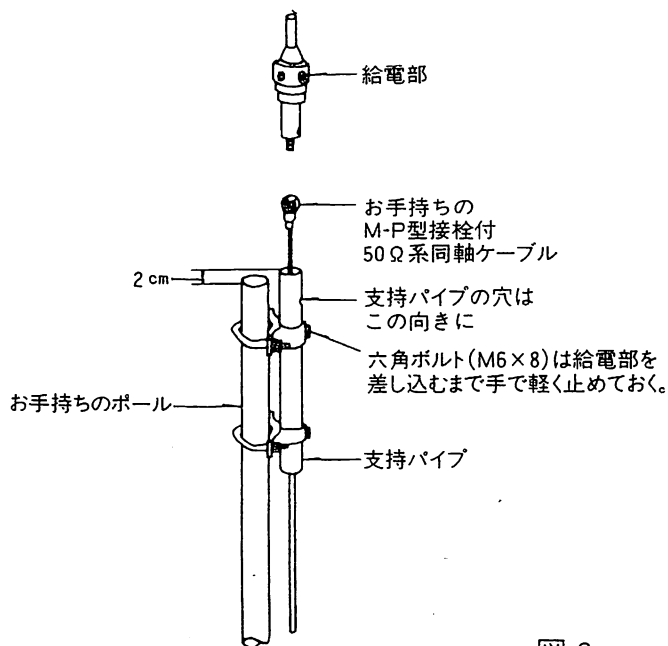

図2
- 1) お手持ちのポールへ⑫取付金具、⑬角U字ボルトスプリングワッシャナット、⑭六角ボルトで⑤支持パイプを図2の様に取付けます。このとき、支持パイプがポールよりも2cm高くなる様に取付け、支持パイプを固定する上側の六角ボルト(M6×8)は手で軽く止めておきます。締め付けすぎると、給電部が入らないことがあります。
- 3) 給電部を支持パイプに通して、支持パイプの穴と給電部のネジ穴を合わせ、⑮六角ボルト(M6×8)スプリングワッシャで固定し、先ほど手で軽く止めていた⑭六角ボルトも締め付けます。